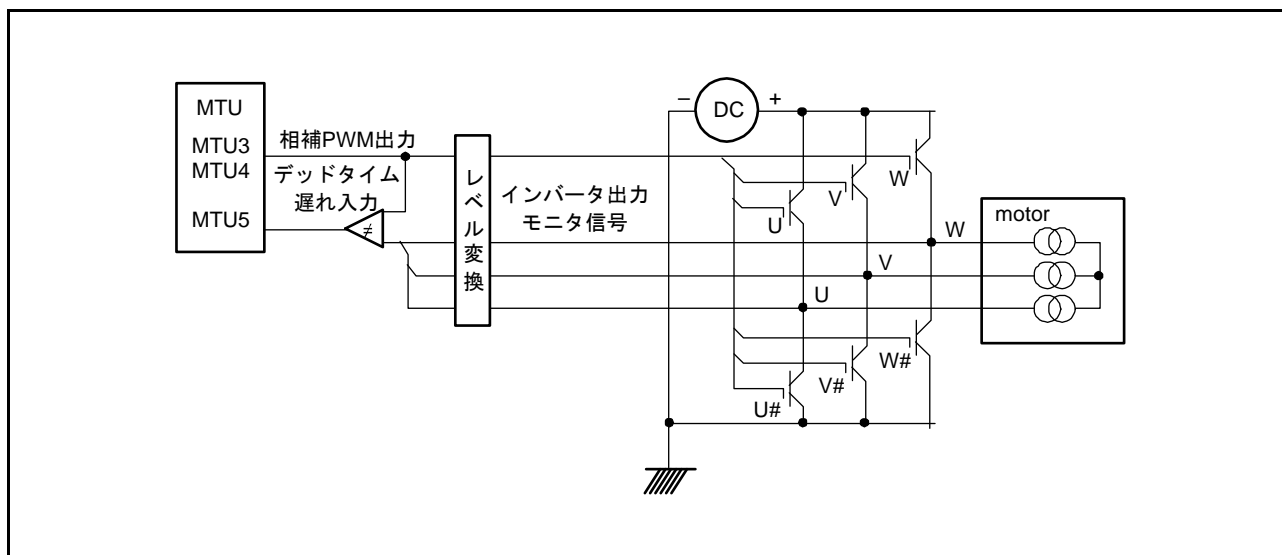
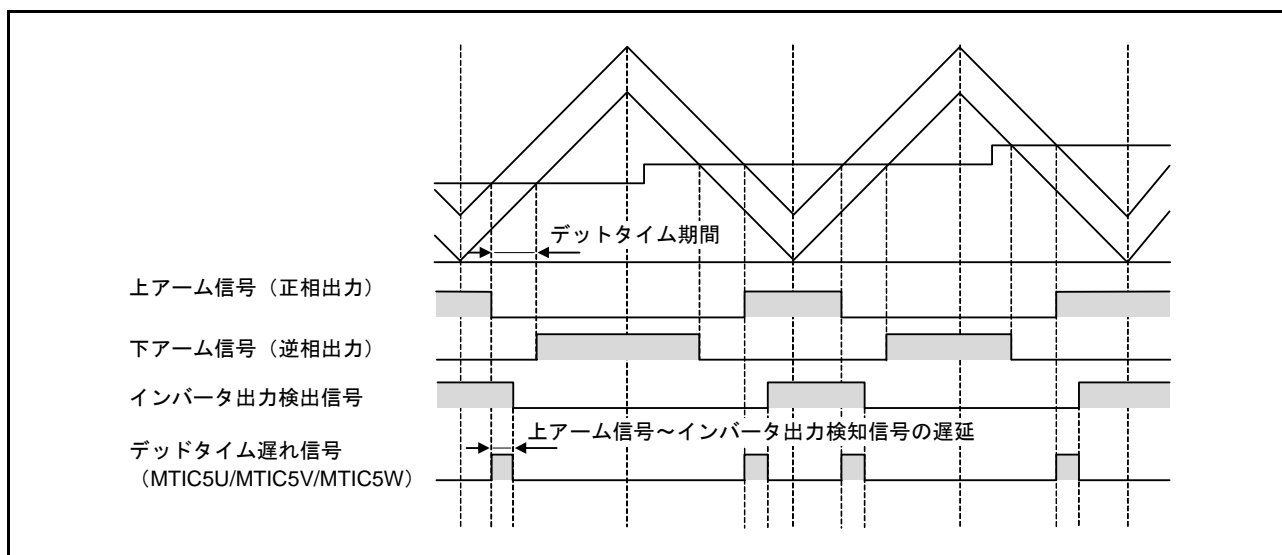
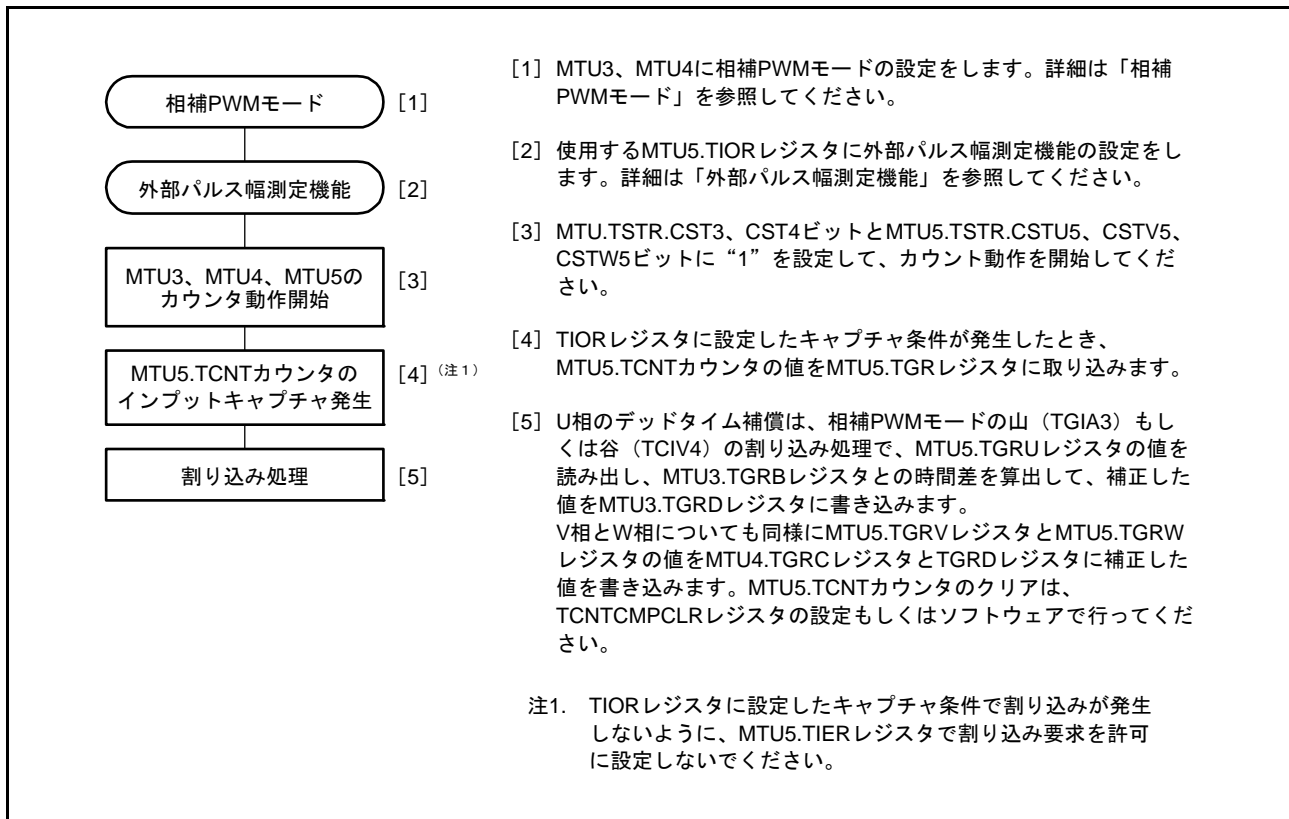

図 20.79 モータ制御回路構成例
図 20.80 相補 PWM モード動作時のデッドタイム遅れ
図 20.81 デッドタイム補償機能の設定手順例
デッドタイム遅れ（相補 PWM 出力とインバータ出力間の遅延）を MTU5 にフィードバックするモータ制御回路を構成します（図 20.79）。MTU5 の外部パルス測定機能でデッドタイム遅れを測定してデューティ比に反映することで、MTU3、MTU4 を使用した相補 PWM 動作時の PWM 出力波形に対するデッドタイム補償として使用することができます（図 20.80）。MTU5 を使用したデッドタイム補償の設定手順を図 20.81 に示します。このときの MTU5 の動作については、(2) 相補 PWM の「山/谷」での TCNTU、TCNTV、TCNTW カウンタキャプチャ動作を参照してください。
MTU5の3本のカウンタを使用したデッドタイム補償機能の設定手順例を図20.81に示します。